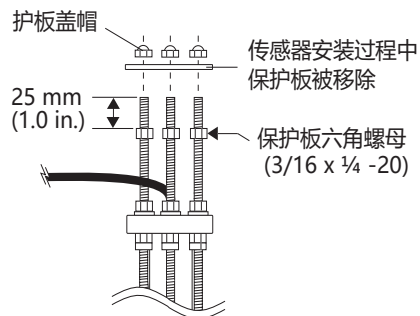

图10
- F.** 将螺纹保护板六角螺母安装到三个螺纹杆上。将六角螺母调整到距离螺杆顶部大约25毫米（1英寸）的位置。（图10）